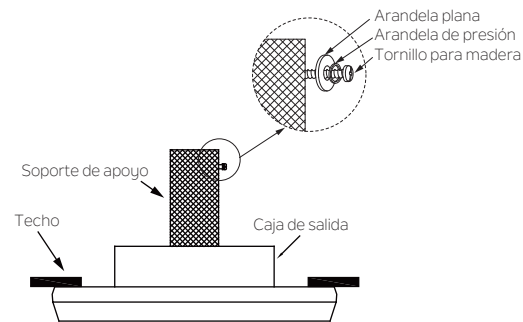

Figura 11
Paso 1. Deslice la arandela de presión, luego la arandela plana sobre el tornillo para madera, luego introduzca el tornillo para madera en el lado del soporte que sostiene la caja de salida. Deje 3 mm (1/8 in) de espacio entre el soporte de apoyo y la arandela plana. (Figura 11)